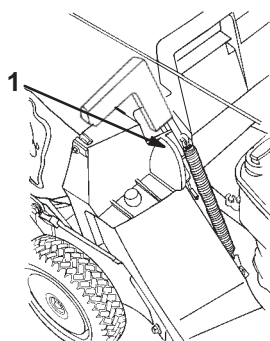

Figure 14
5. Tirez la poignée du volet d'éjection vers l'avant pour dégager le goujon de son logement, puis repoussez la poignée vers l'arrière pour bloquer le goujon dans l'encoche du sac (Fig. 14).